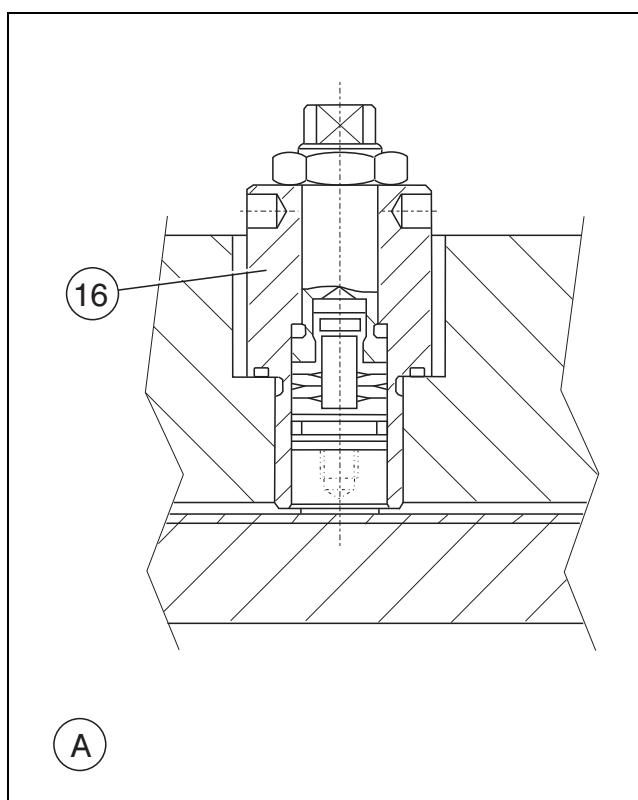
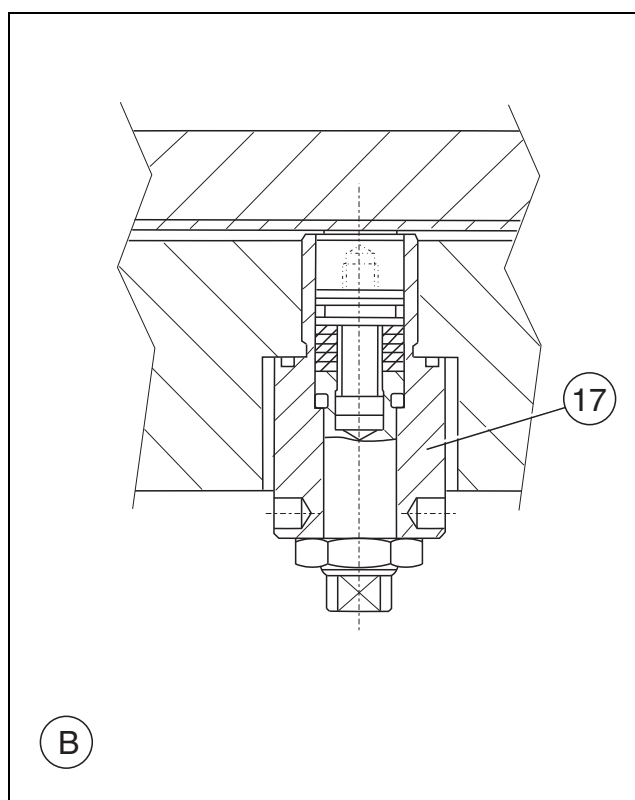

Fig. 9
Fig. 10
- b) Sostituire i tappi con altri nuovi. Occorre prestare attenzione perchè il tappo tipo A **16** (Fig. 9) (con molle metalliche) è montato nella parte alta mentre il tappo tipo B **17** (Fig. 10) (con molle in gomma) è montato nella parte bassa.